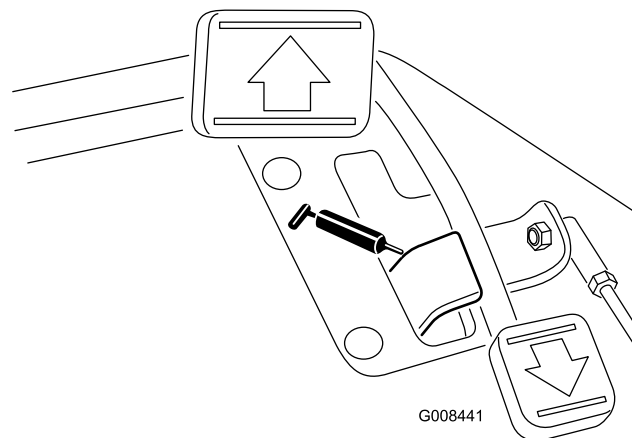

Figura 31
- Articulação do pedal de tração (1) (Figura 31)